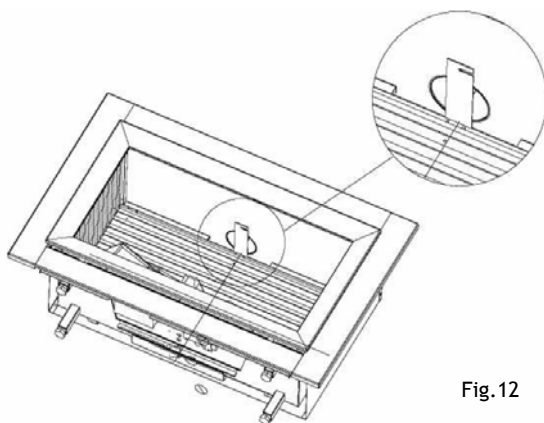

Fig.12
5) Plaats de juiste stuw in de verbrandingskamer (zie fig. 12). Voor de berekening hiervan zie hoofdstuk 4.